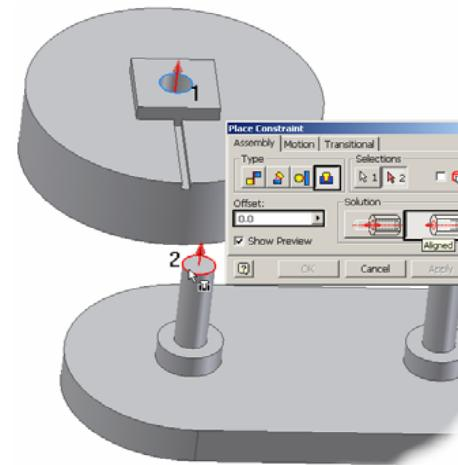
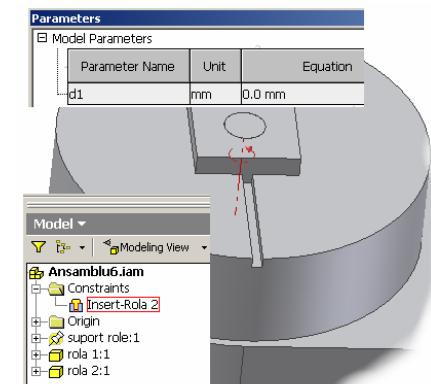

Figura 3.6.5.
Figura 3.6.6.
• aliniere **Type - Insert, Solution - Aligned, Offset = 0** cilindru $\Phi 4$ Rola 1 cu cilindru $\Phi 4$ coloana dreapta **suport role** – lansare comandă **Constraint**, click punctul 1, click punctul 2, butonul **Apply**, figura 3.6.5, cu rezultatul din figura 3.6.6. În urma operației, dacă se puntează icoana **Parameters** din panelul **Part Features**, va apărea fereastra **Parameters**, figura 3.6.6, care conține parametrii dimensionali creați de Autodesk Inventor. Mărimea „**d1**” corespunde variabilei ce memorează distanța **Offset = 0** impusă prin constrângere. De asemenea panelul **Browser Bar**, afișat în modul **Modeling View**, este completat cu intrarea **Insert**, care se va redenumi **Insert -Rola 1**. Prin această constrângere, numărul de grade de libertate ale rolei 1 s-a redus la unu, după cum indică săgeata circulară din figura 3.6.6. Mișcarea rolei 1 este limitată la rotația în jurul axei cilindrului pe direcția indicată de săgeată, ceea ce se poate verifica prin „agățarea” acestuia și deplasarea cursorului mouse.
Parameters, figura 3.6.6, care conține parametrii dimensionali creați de Autodesk Inventor. Mărimea „**d4**” corespunde variabilei ce memorează distanța **Angle = 0** impusă prin constrângere. De asemenea panelul **Browser Bar**, afișat în modul **Modeling View**, este completat cu intrarea **Angle (0.00 deg)**.